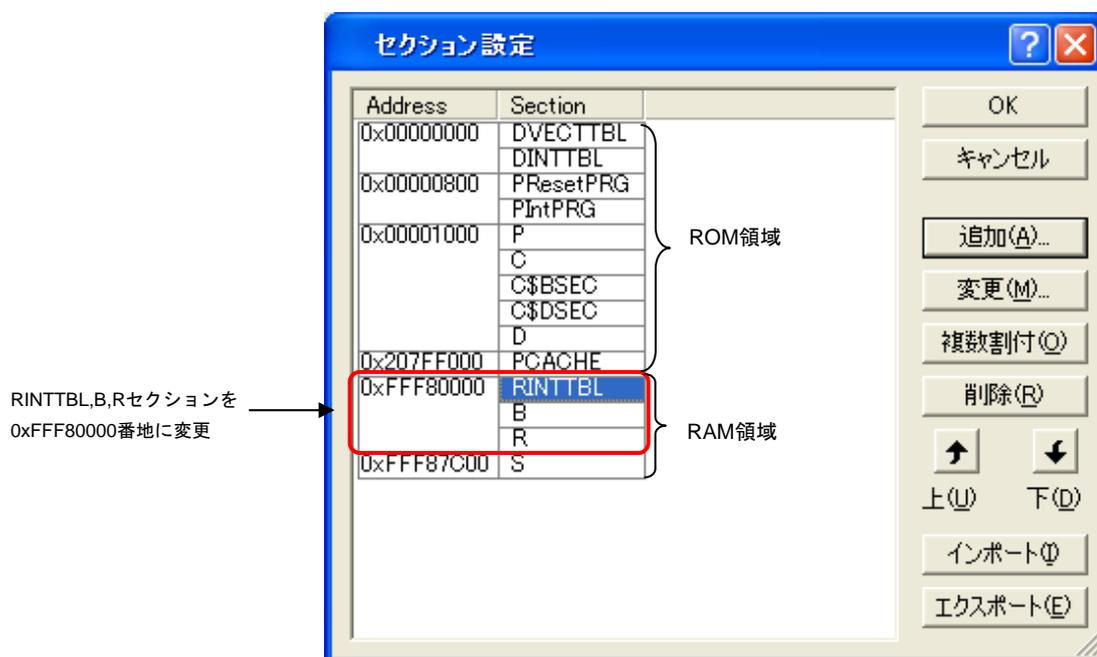

図5.3.17 セクション変更①
(1) [セクション設定]ダイアログボックスにて、図5.3.17に示すようにRINTTBLセクションを内蔵RAM領域に設定します。